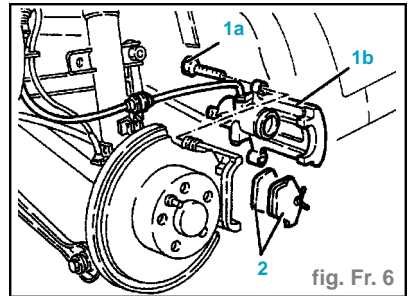
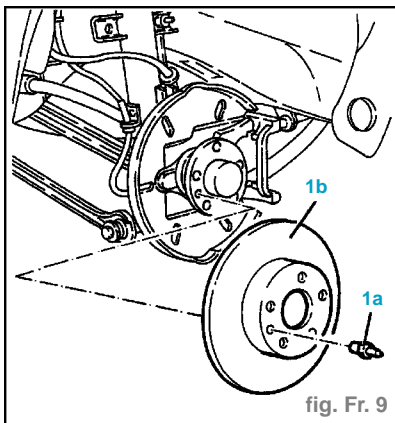

fig. Fr. 6
fig. Fr. 9
- Dévisser les vis (1a) et enlever les pinces de freins (1b) des étriers (fig. Fr. 6).
- Enlever les patins de freins (2).
- Dévisser les vis (1a) et déposer la pince des freins arrière (1b) avec le flexible (fig. Fr. 6).
- Déposer les patins de freins (2).
- Dévisser les vis (1a) et éloigner la pince de freins arrière (1b) de l'étrier (fig. Fr. 6).
- Déposer les patins de freins arrière (2).
- Dévisser le pivot (1a) et déposer le disque de freins arrière (1b) (fig. Fr. 9).